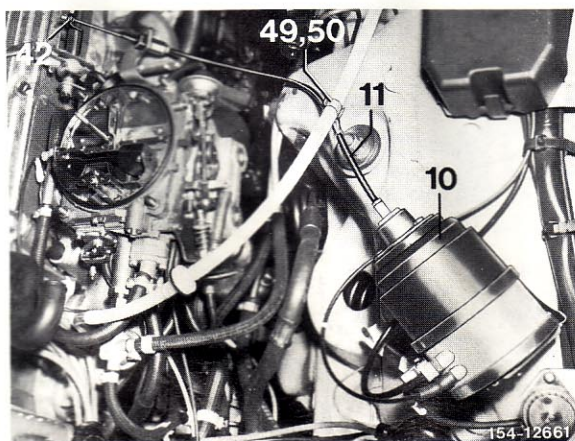

Bild 4
9 Seilzug (11) vom Regelgerät (10) zur Regulierung verlegen und einhängen. Anschließend mit den Teilen (49 und 50) befestigen (Bild 4).